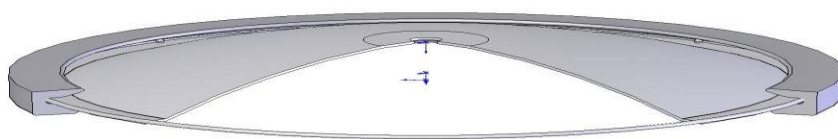

Figura 36
2. Revise si el marco de empaquetadura de la puerta, la placa de empaquetadura están bien instalados en la empaquetadura según se muestra en la Figura 36.